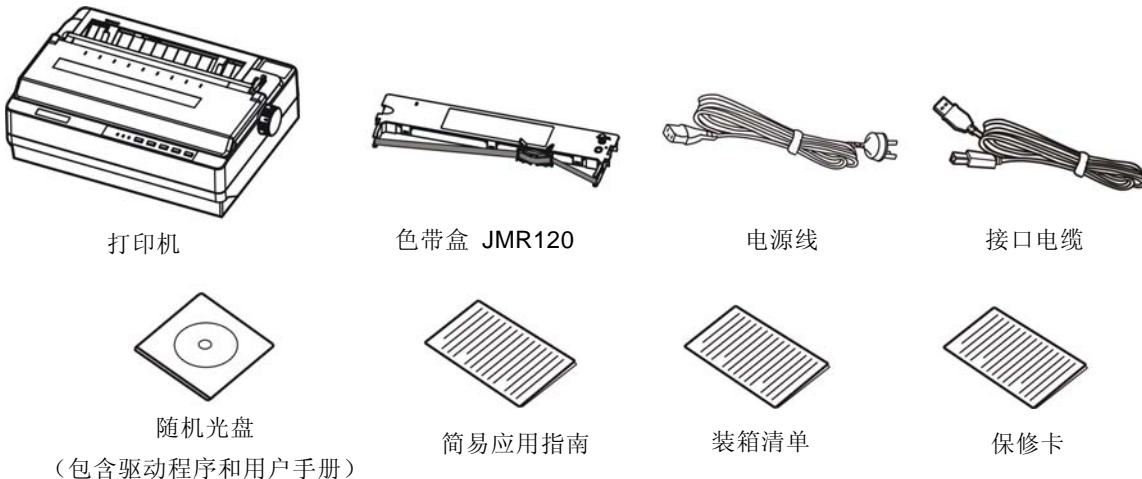

图 1-1 打印机及其附件
在打印机包装箱内，应具有以下各项：(1) 打印机；(2) 色带盒 JMR120；(3) 电源线；(4) 接口电缆；(5) 随机光盘；(6) 简易应用指南；(7) 装箱清单；(8) 保修卡（如图 1-1 所示）。如有遗漏，请向有关经销商联系。